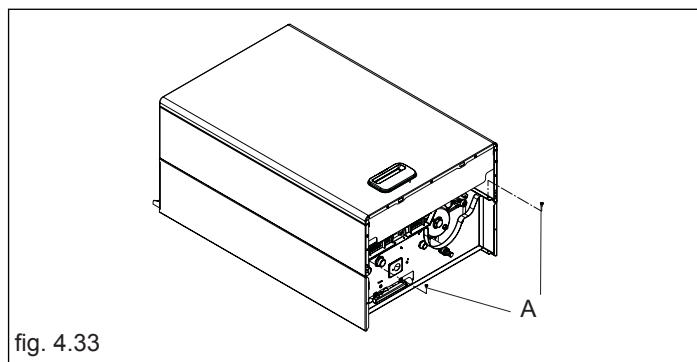

fig. 4.33
- Løsn de to skruer (A) og fjern kabinettet (fig. 4.33)